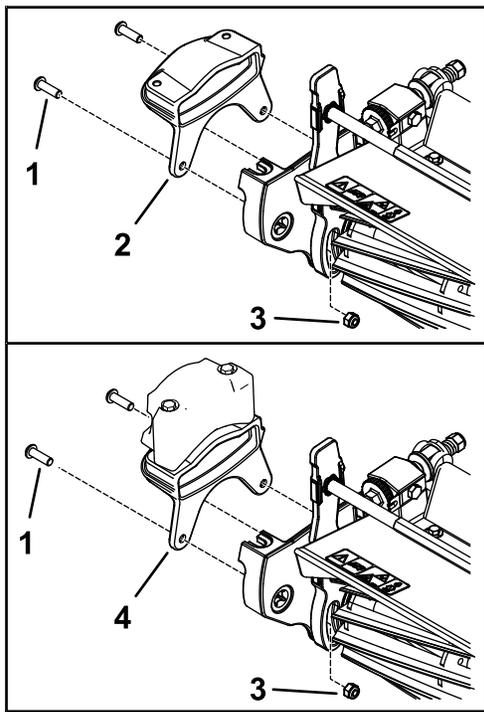

图 9
1. 如图 9 所示用 2 个螺栓 $\frac{5}{16}$ 英寸和 2 个螺母 $\frac{5}{16}$ 英寸将新配重块固定到滚刀组侧面。